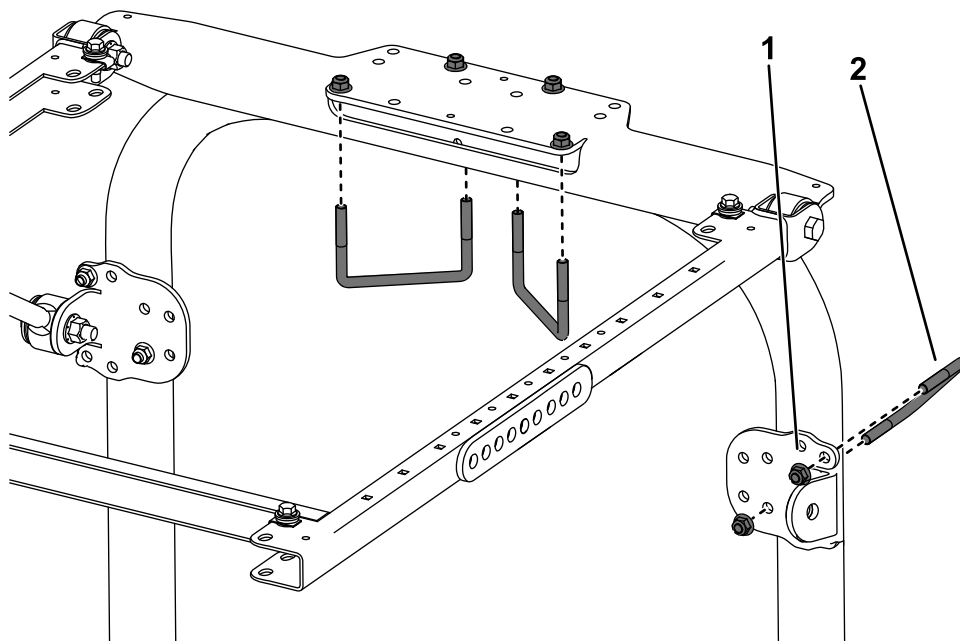

Bild 43
3. Befestigen Sie jede Strebenhalterung lose mit einem U-Bügel (3 1/8" x 5") und zwei Bundmuttern in den in Bild 43 abgebildeten Befestigungslöchern an den Streben des Überrollbügels.